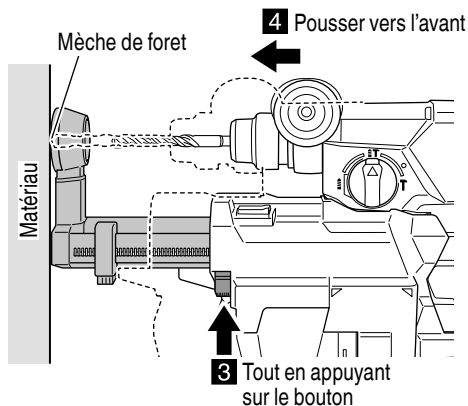

Fig. 6
- (3) Tout en appuyant sur le bouton de réglage de la buse dans le sens de la flèche, presser sur l'outil vers le matériau, ce qui permet à la position de la buse de baisser jusqu'à ce qu'elle atteigne la position où le foret entre en contact avec le matériau. (Fig. 6)